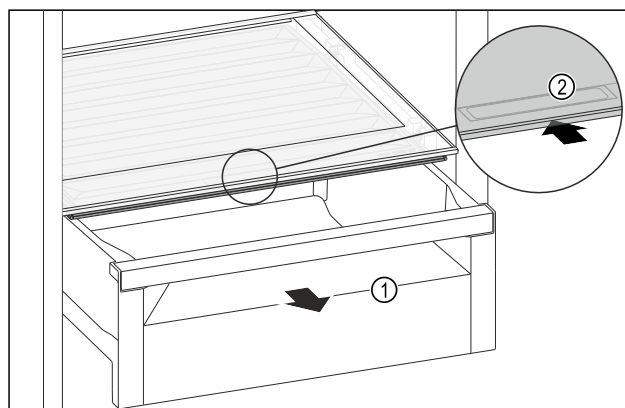

Fig. 140
- ▶ Zásuvku Fig. 140 (1) vytáhněte.
- ▶ Uchopte prohlubeň pro rukojeť Fig. 140 (2) na víku zásuvky a současně zasuňte víko zásuvky směrem dozadu.